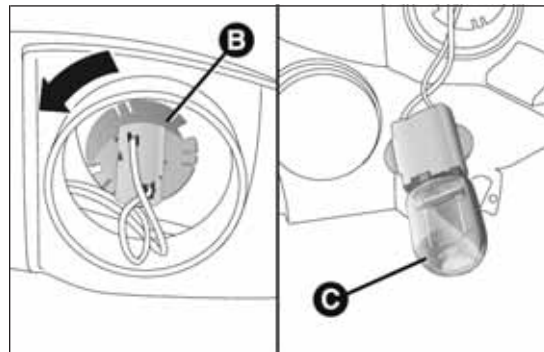

fig. 172
- ☐ girar hacia la izquierda el portalámparas B fig. 172, extraer la lámpara C y sustituirla;